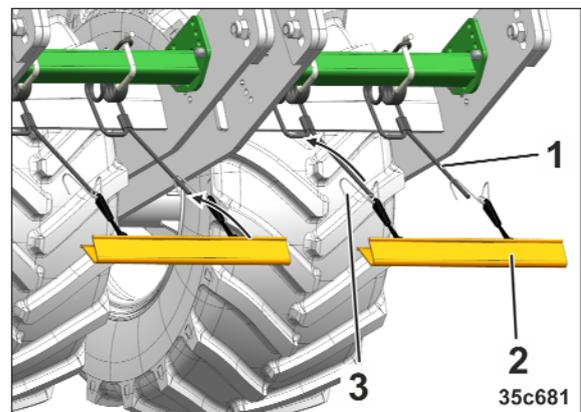

Fig. 221
1. Sortir les barres de sécurité routière (Fig. 221/2) du compartiment de rangement.
2. Installer les barres de sécurité routière (Fig. 221/2).
- Accrocher les câbles tendeurs (Fig. 221/3) aux dents de recouvreur (Fig. 221/1).